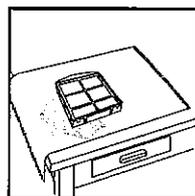

Fig. 33
- Posez le filtre sur une serviette de toilette pour le faire totalement sécher – jusqu'au lendemain de préférence ou un minimum de 8 heures (fig. 33).